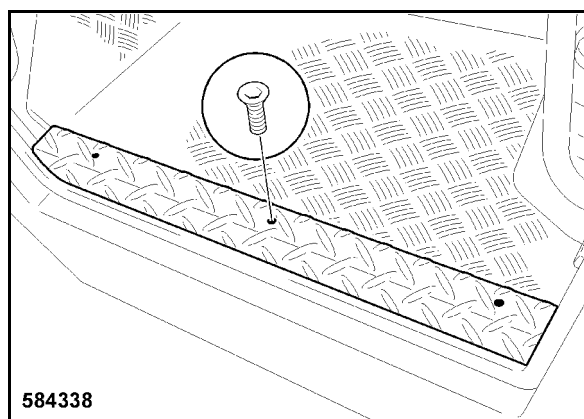

Bild 200
- Asenna astinlauta 1 (Bild 200) ja kiristä se kolmella kiinnitysruuvilla (2).